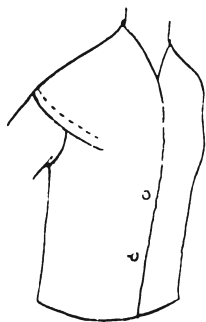

Рис. 729
Чем больше фантазийный рукав покроя «кимоно» напоминает обычный втачной рукав (см. рис. 729, 732, 743), тем больше проблем с ним возникает, если речь идет об одежде прямого покроя. Рассмотрим причины.
Рассмотрите рис. 729, на котором изображена фантазийная пройма, а не рукав. В этом параграфе мы уделим внимание именно ей, хотя это и противоречит названию раздела.
В нашем примере (рис. 729) необходимо соблюдать направление долевой нити на отдельной части рукава так же, как и на той, которая остается цельнокроеной с лифом.
5. **Полуластовица на спинке.** Рельеф на рис. 729 может продолжиться на спинку, пройдя по части рукава с ее стороны, а может и не достичь проймы со стороны спинки, сохранив ее первоначальный стиль. Но тогда этой части рукава понадобится полуластовица.